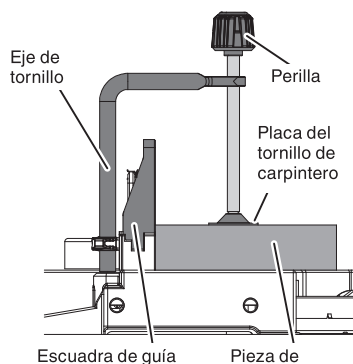

Fig. 14
- (1) El conjunto de tornillo de carpintero se puede montar sobre la base.
- (2) Gire la perilla superior y fije firmemente la pieza de trabajo en su lugar (Fig. 14).